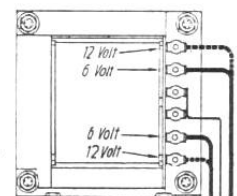

Abb. 7
(erkennbar an der Umschalt-leiste des Zehacker-Trafo; siehe Abb. 7).
- Zehacker-Trafo gemäß Abb. 7 umschalten.